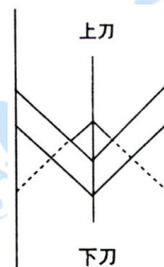

图 3-6
4) 参照图 3-6，对准上下刀片固紧螺钉。
- ① 切断电源，打开操作面板，（有 6 只 M3 圆头螺头紧固松开螺钉）。
- ② 旋转剪机构的传动带轮，使上下刀口尖间隙在 1.00 左右。（两个 V 形刀口的中心距离，见图 3-6）并保持刀口位置固定不动。
- ③ 调节扇形遮光片，进入光耦凹槽内，接通电源使光耦电路板上的指示灯（LED），调节到处于将亮未亮的临界状态，固定螺丝，注意在调节遮光片是，务必使扇形片处于凹槽孔的中间，防止擦边。
- ④ 旋转剪切机构的传动带轮，使上、下两刀刃张开最大，此时指示灯应处于亮的状态，目的是防止试线时到达下孔点后刀架卡死。